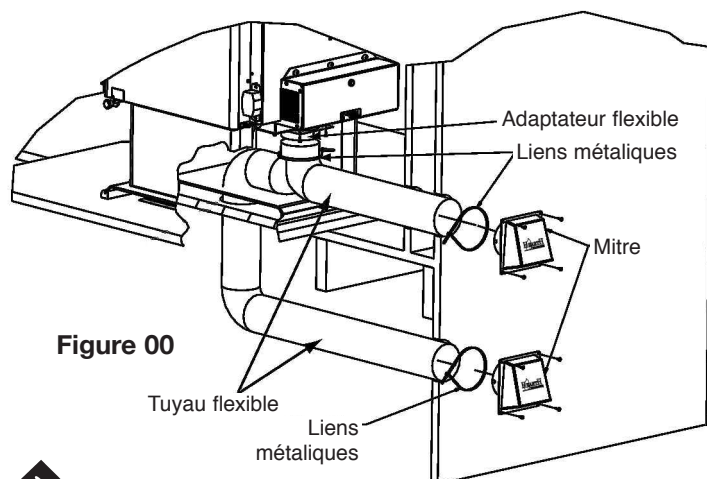

Figure 00
3. Utilisez un tournevis Phillips no 2 pour fixez le tuyau flexible à l'adaptateur flexible du poêle avec un collier de fixation. (Voir figure 00.)